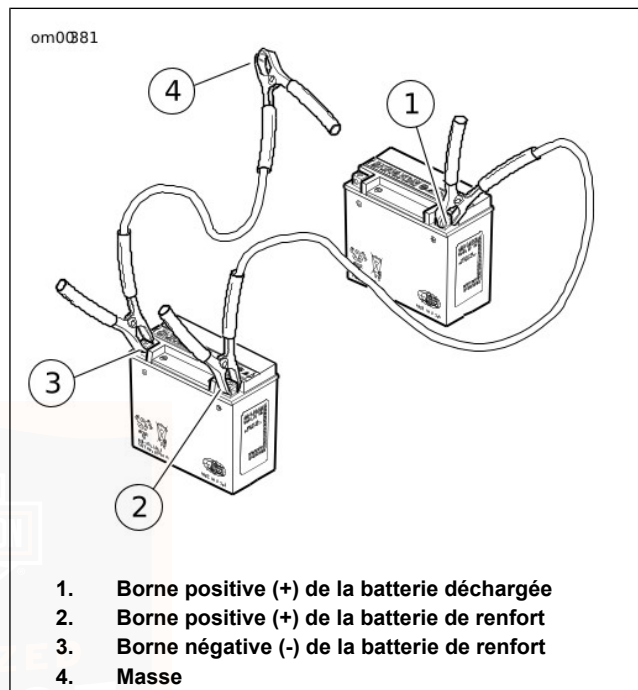

Figure 58. Connexions des câbles de démarrage
1. Voir la Figure 58. Connecter une extrémité du câble de démarrage à la borne positive (+) de la batterie DÉCHARGÉE (1).
2. Connecter l'autre extrémité du même câble à la borne positive (+) de la batterie de RENFORT (2).